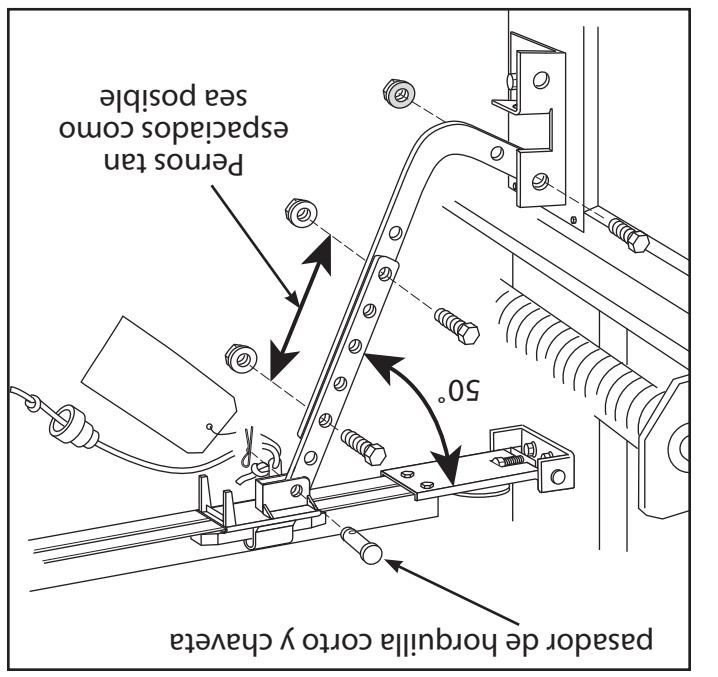

FIG. 2-9 Acopiando los brazos de la puerta
- Sujete la derivación corta del brazo curvo de la puerta al soporte de la puerta con el perno y la tuerca de cierre (Fig. 2-9).
- Sujete el brazo recto al corredizo usando el pasador de horquilla y pasador de 2 patas (Fig. 2-9).
- Con los brazos dispuestos en esta posición, sujete los brazos juntos usando pernos y tuercas tan espaciados como sea posible (Fig. 2-9)